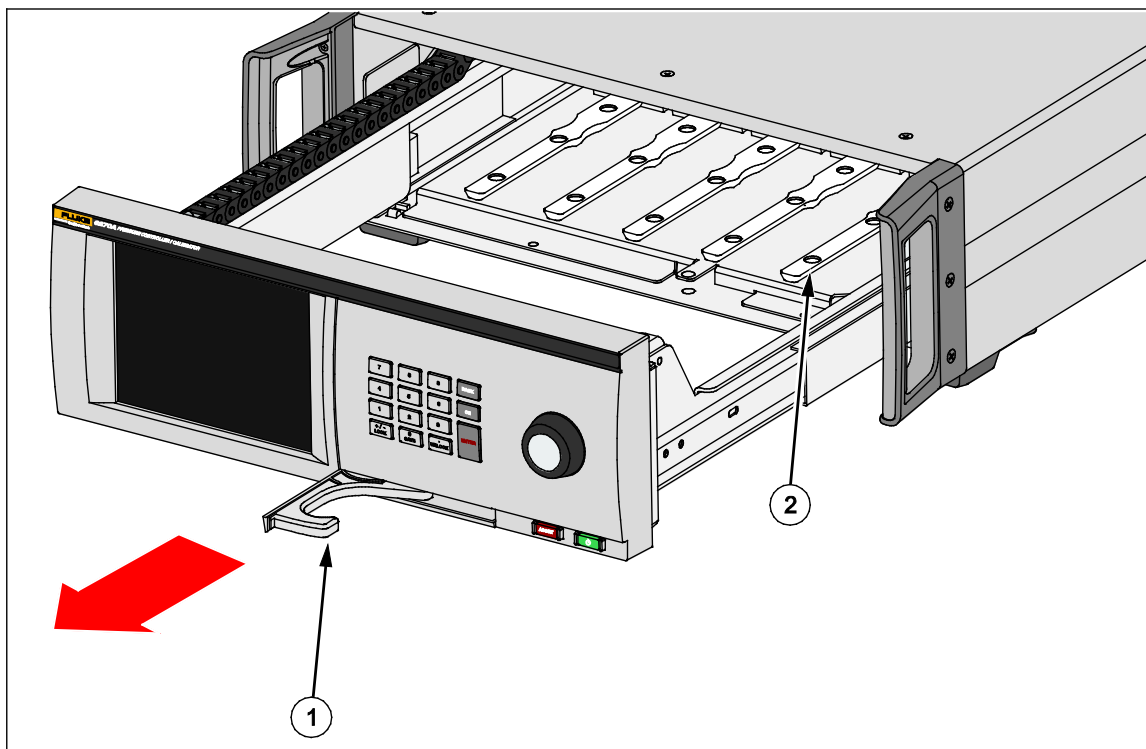

Figura 2. Compartimento para módulos
Para acceder al compartimento para módulos, consulte la Figura 2:
5. El PMM tiene una ranura en la parte inferior que encaja en la pista que se encuentra en la parte inferior del interior de la caja interior del Producto, consulte la Figura 2 (2). Alinee la pista con la ranura y deslice el PMM en la caja inferior hasta que haga tope. Consulte la Figura 3.